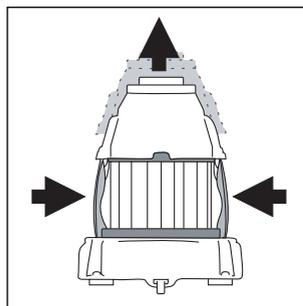

Fig. 17
- Premere leggermente le due linguette e sollevare la parte superiore (fig.17).